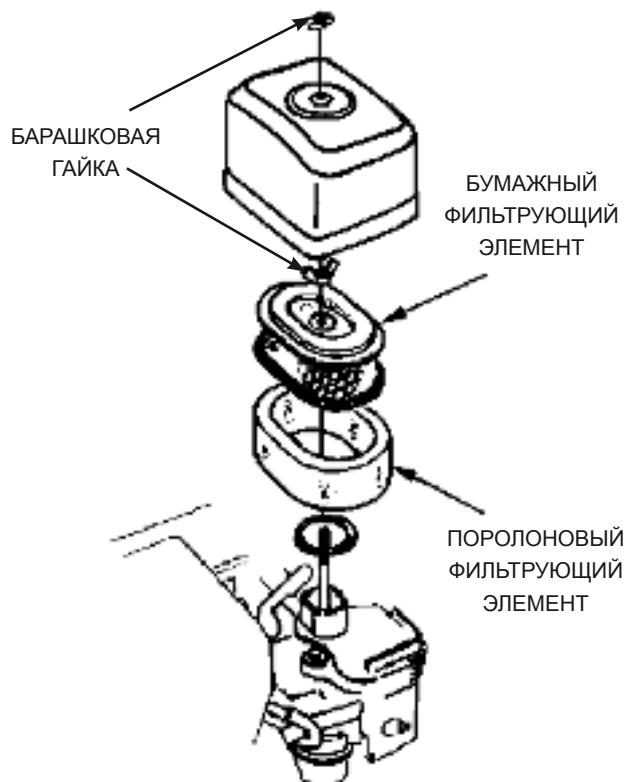

Рис.10
1. Открутить барашковые гайки и снять крышку воздушного фильтра и фильтр(Рис.10)